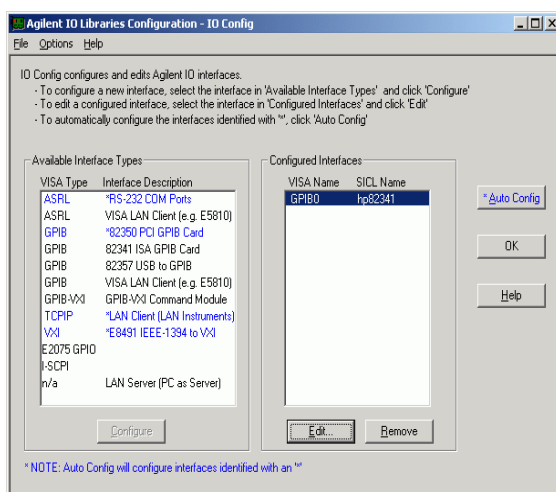

Figura 10 La finestra Interface Configuration riporta ora la scheda GPIB configurata
- 8 Selezionare OK. La scheda GPIB configurata dovrebbe ora essere elencata sotto “Configured Interfaces” nella finestra Interface Configuration (Figura 10 a pagina 65).